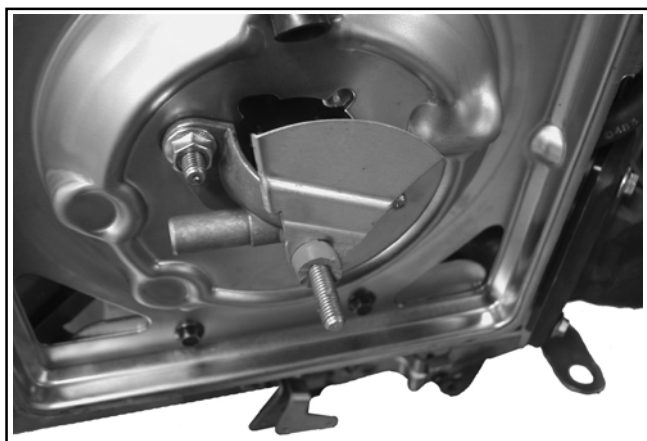

Figura 4-7. Rimozione della piastra base, tipo standard.
2. Rimuovere i due dadi esagonali che fissano la staffa o separare l'eventuale scodellino con tenuta e deflettore dalla base. Se il motore è dotato di collettore di aspirazione in plastica, rimuovere le due viti inferiori di montaggio della base. Vedere Figura 4-7.